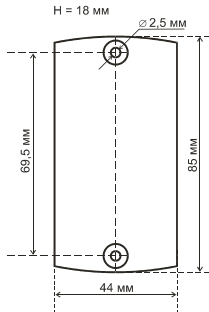

Рис. 1
1. Разметьте и просверлите отверстия для крепления под размер отверстий считывателя, рис.1.